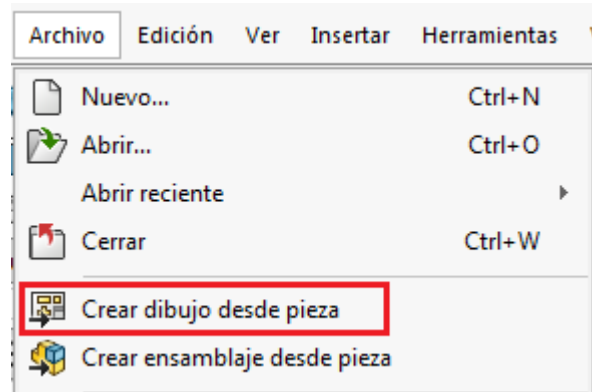

Ilustración 94
Paso 1: Al finalizar una pieza, se da clic en archivo y se selecciona la opción Crear dibujo desde pieza, (ver ilustración 94)